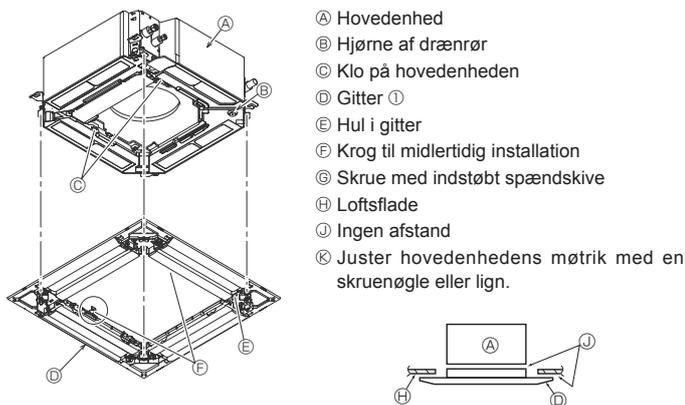

Fig. 9-6
9.4.2. Midlertidig installation af gitteret (Fig. 9-6)
- Fastgør gitteret på hovedenheden ved at spænde de præinstallerede skruer. (Fig. 9-6)
Kontroller, at der ikke er mellemrum mellem hovedenheden og gitteret eller mellem gitteret og loftsfladen. (Fig. 9-6)
- **Når skruen er spændt, skal det kontrolleres, at de to gitterkroge (Fig. 9-6) har fat i kroge på hovedenheden.**